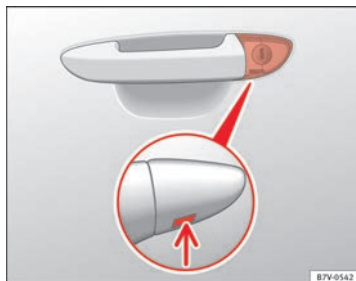

Fig. 52 Manilla de la puerta del conductor: Bombín de cierre oculto.
- Introduzca el espadín en la abertura de la tapa de la maneta de la puerta del conductor desde abajo ⇒ **fig. 52** (flecha) y eleve la tapa de abajo hacia arriba.